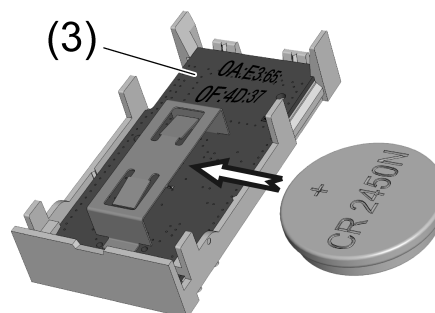

Bild 3: Batterie einsetzen
- Batterie in den Batteriehälter schieben (Bild 3). Dabei auf die Polarität achten: Der Plus-Pol der Batterie muss oben liegen.
- MAC-Adresse (3) notieren (Bild 3). Die Adresse wird für die Zuordnung zum Aufsatz benötigt.
- MAC-Adresse (3) (Bild 3) in das Eingabefeld eintragen.